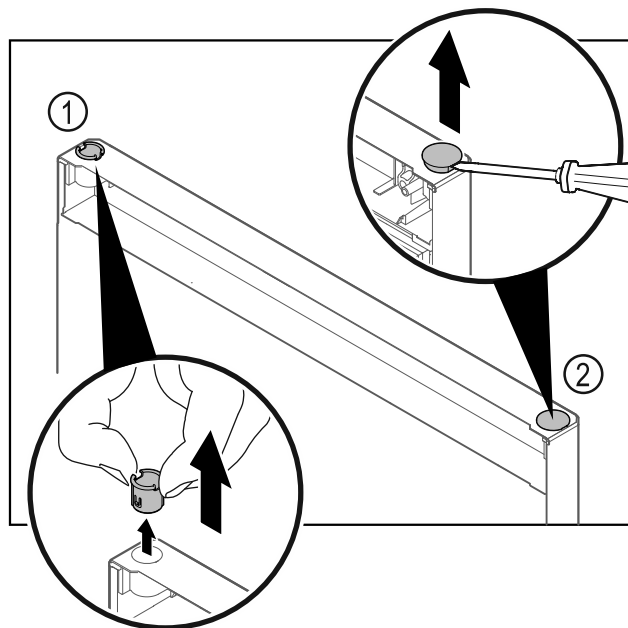

Fig. 21
- Trekk ut hengselbøssingen Fig. 21 (1) med fingrene.
- Løft dekkstøpselet Fig. 21 (2) forsiktig opp med en skruetrekker, og trekk det av.